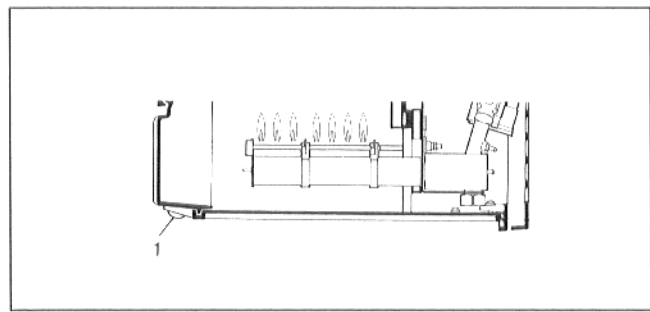

Abb. 9
Zur Erleichterung der Einbringung des Heizeinsatzes in die Heizkammer befinden sich im hinteren Bereich des Heizeinsatzes Rollen (1) (s. Abb. 9).